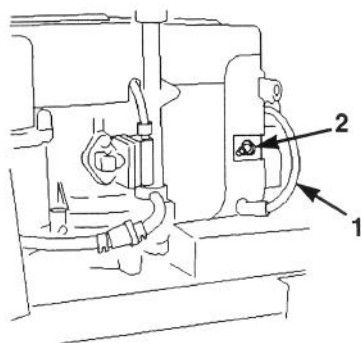

Figure 20
3. Débrancher le fil de la bougie d'allumage (Fig. 20), puis nettoyer la surface autour de la bougie pour éliminer les saletés qui pourraient tomber dans le moteur et l'endommager.
3. Brancher le fil sur la bougie d'allumage (Fig. 20).